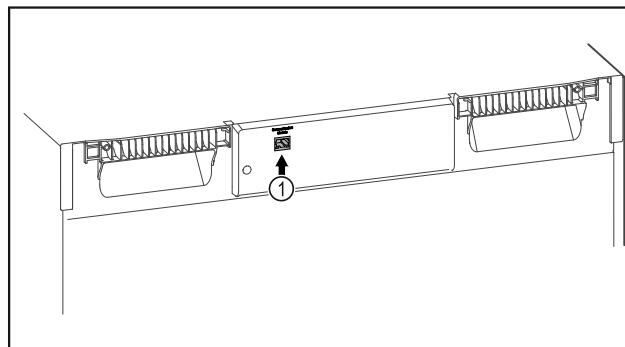

Fig. 114
- SmartModule Fig. 114 (1) er sat i.